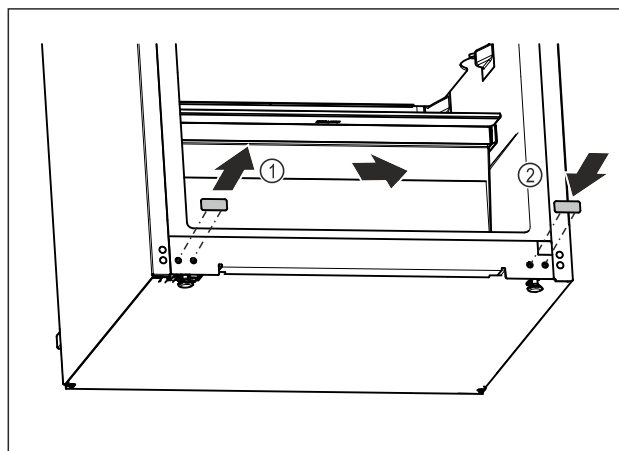

Fig. 16
- Vytáhněte krycí zátku. Fig. 16 (1)
- Zasuňte krycí zátku na opačné straně. Fig. 16 (2)